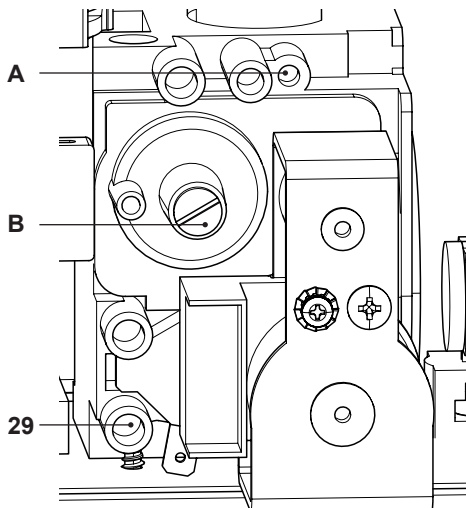

Figura 7.5
- Con la caldera apagada (fuera de servicio), compruebe la presión de alimentación usando la toma 29 en la Figura 7.5 y compare el valor indicado con los mostrados en la tabla Presiones de alimentación de gas de la sección "Datos técnicos", pág. 26.
- Vuelva a cerrar bien la toma de presión 29 en la Figura 7.5.
- Para calibrar el **CO2** de la caldera (presión del gas en el quemador) desenrosque completamente el tapón de protección de latón B y regule el tornillo Allen  $\varnothing$  4 mm situado debajo Figura 7.5: girando en el sentido de las agujas del reloj el **CO2** aumenta.
- Si los dos datos no coinciden, ajuste el tornillo de regulación de máximo RQ (A en la Figura 7.5) de la válvula de gas y calibre el **CO2** al valor indicado en la sección "Datos técnicos" en la tabla "Datos en agua sanitaria", pág. 26 (modelos Myto Condens 24) y pág. 29 (modelos Myto Condens 35). Girando en el sentido de las agujas del reloj, el **CO2** disminuye.